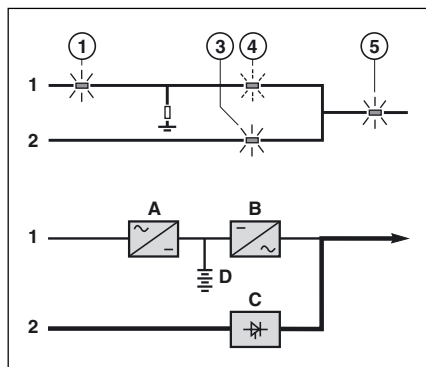

Fig. 11
Voir figure 11.
► sans décharge batterie : voir figure 11. Lorsque la tension du réseau 2 (2) est rétablie ou lorsqu'elle revient dans des limites admissibles, l'utilisation est de nouveau alimentée via le contacteur statique (C) sans perturbation.